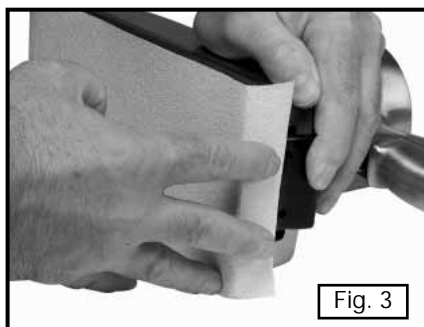

Fig. 3
2. Estire la hoja abrasiva sobre el cojín como está ilustrado en la Fig. 3, y dóblela por la orilla del cojín.